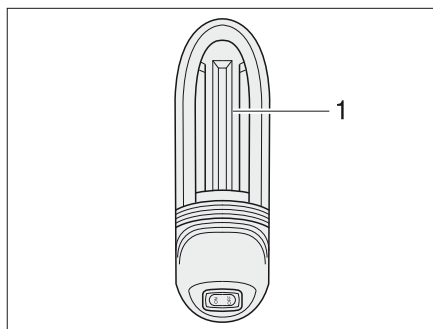

Bild 380 Garagebelysning
- Skjut lampans skydd (Bild 380,1) uppåt och ta av det.